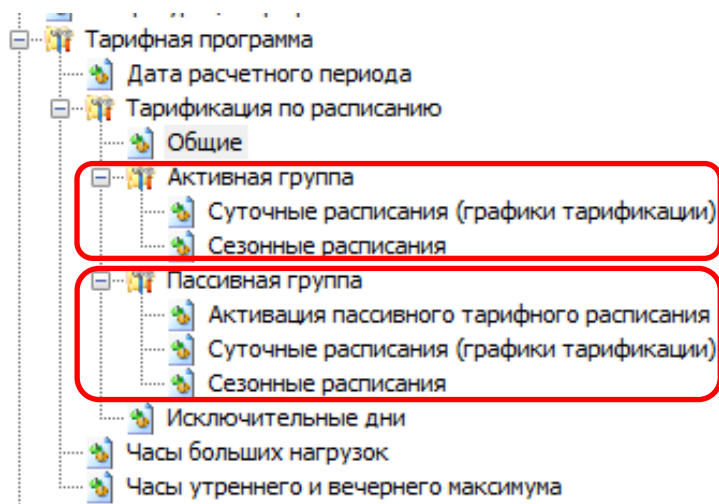

Рисунок 80 – Настройка групп тарифных расписаний - активное (действующее) и пассивное (планируемое к применению).
- 32 суточных расписаний переключения тарифа, в каждом до 16 точек переключения тарифа (см. рисунок 80). Одна точка переключения тарифа содержит: время начала действия тарифа (чч:мм) и тариф (т)) (рисунок 81); Порядок задания тарифов – произвольный. Если переключение не используется, то в соответствующих полях необходимо установить значения: время – 00:00, тариф – нет.
- 12 сезонных недельных расписания (см. рисунок Рисунок 80). Каждое содержит: дату начала действия расписания (дд.мм) и номер суточного расписания переключения тарифов для каждого дня недели (пн,вт,ср,чт,пт,сб,вс) от 1 до 32 (рисунок Рисунок 82). Если сезонное недельное расписание надо отключить, то в графе «Использовать» задается «-», в противном случае «+»;
6.4.1.3 Исключительные дни (48 штук)⁴⁴ применяются сразу после записи (см. рисунок 80). Каждый исключительный день содержит, месяц год и номер суточного расписания переключения тарифа от 1 до 32 (см. рисунок 83). Если исключительный день не используется, то в графе «Использовать» задается «-», в противном случае «+».